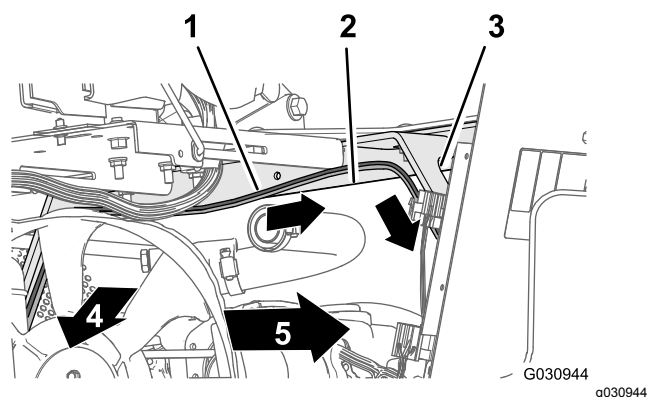

図 115
2. ワイヤハーネスの 108cm の枝線を、シートボックスのアングル部材を横断して下へ、エンジンシュラウドの左側サポートに沿って導く図 115。